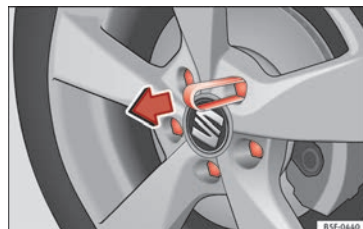

Fig. 71 Roda: parafusos da roda com capas de proteção.
- Encaixe a pinça de plástico (ferramenta de bordo) na capa de proteção até que encaixe » » Fig. 71.